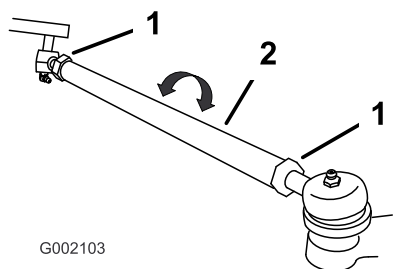

Figura 45
3. Se la misura non rientra nel range previsto (vedere le dimensioni e i parametri riportati all'inizio di questa operazione), allentate i controdadi da ambo i lati dei tiranti (Figura 45).